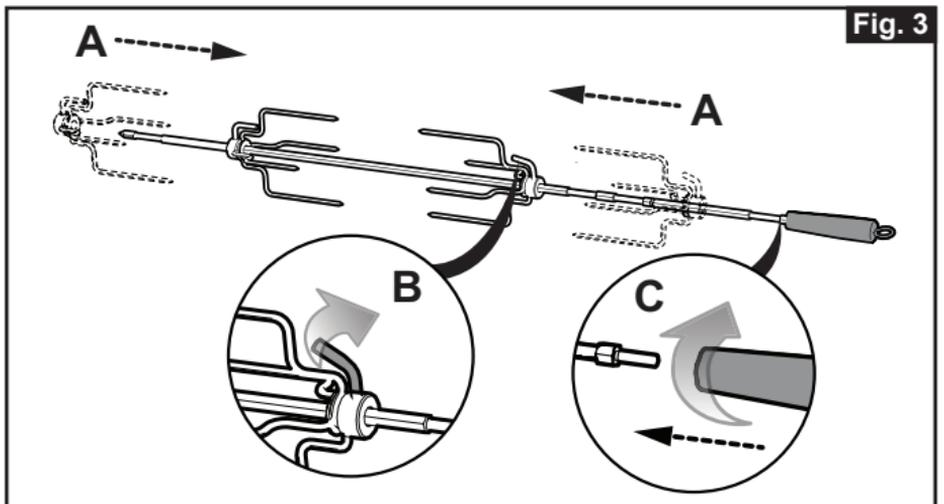

Fig. 3
2. Garfos e Pega (Fig. 3)
- a. Insira um par de garfos na haste do espeto rotativo, ajuste a distância entre os mesmos conforme necessário. (Fig. 3-A)
- b. Para prender ambos os garfos na haste, rode os eixos no sentido horário até ficarem apertados à mão. (Fig. 3-B)
- c. Aperte a pega na extremidade da rosca da haste do espeto rotativo. (Fig. 3-C)